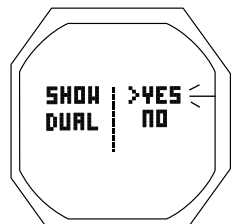

Fig. 16 - DOUBLE AFFICHAGE DE L'HEURE
**Double affichage de l'heure :** paramètres affichés (Fig. 16)